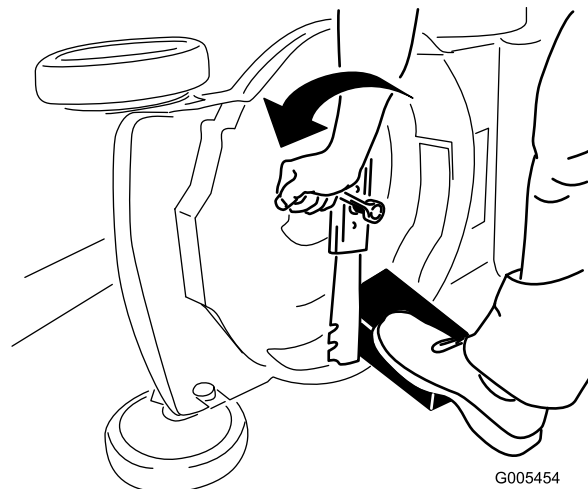

Рисунок 23
3. Используйте деревянную подкладку для неподвижного удерживания ножа (Рисунок 23).
4. Снимите нож, сохранив все крепежные детали (Рисунок 23).